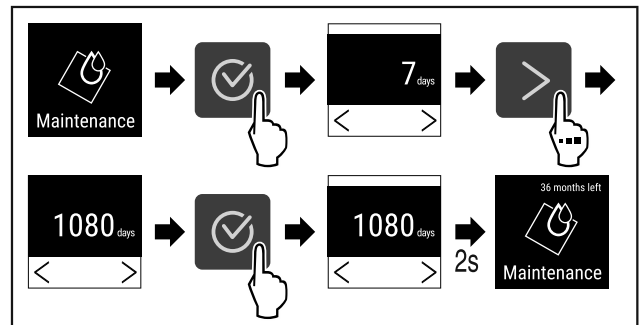

Fig. 75
- ▶ Εκτελέστε τα βήματα ενεργειών (βλέπε Fig. 75) .